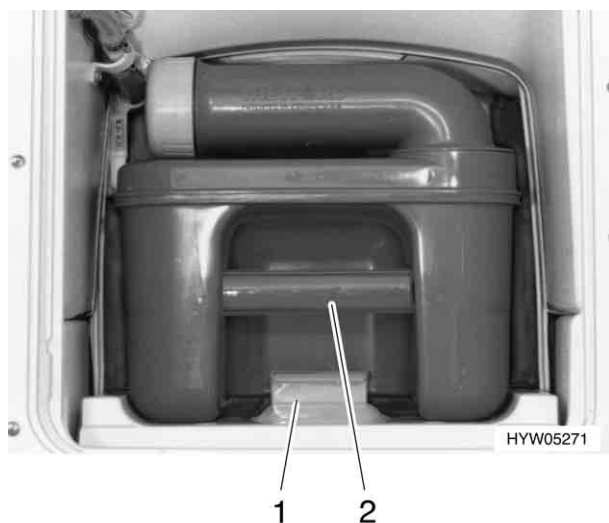

Fig. 111 Rimozione della cassetta Thetford
- Sbloccare la sicurezza (Fig. 111,1) ed estrarre la cassetta Thetford (Fig. 111,2).